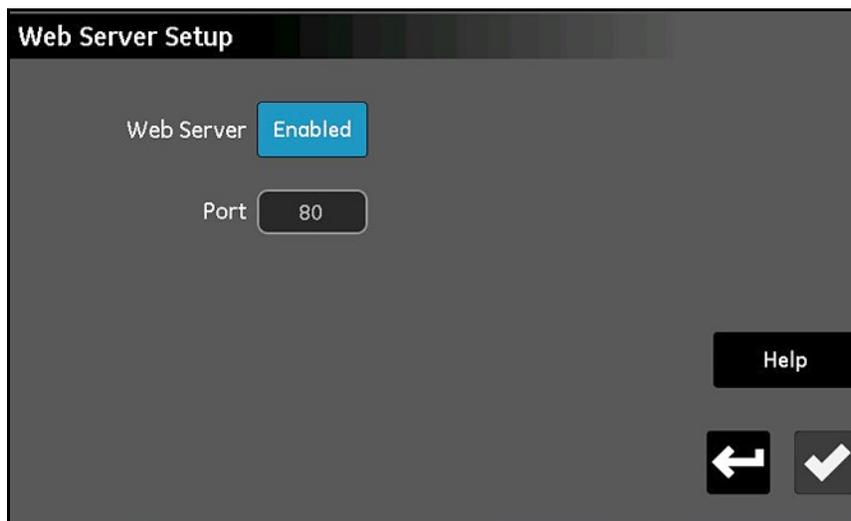

Рис. 73: Экран настройки веб-сервера
1. На экране *Configuration Menu (Меню настройки)* (см. *Рис. 52 на стр. 55*) выберите **Web Server (Веб-сервер)**, при этом должен открыться экран *Web Server Setup (Настройка веб-сервера)*, аналогичный представленному на *Рис. 73* ниже.